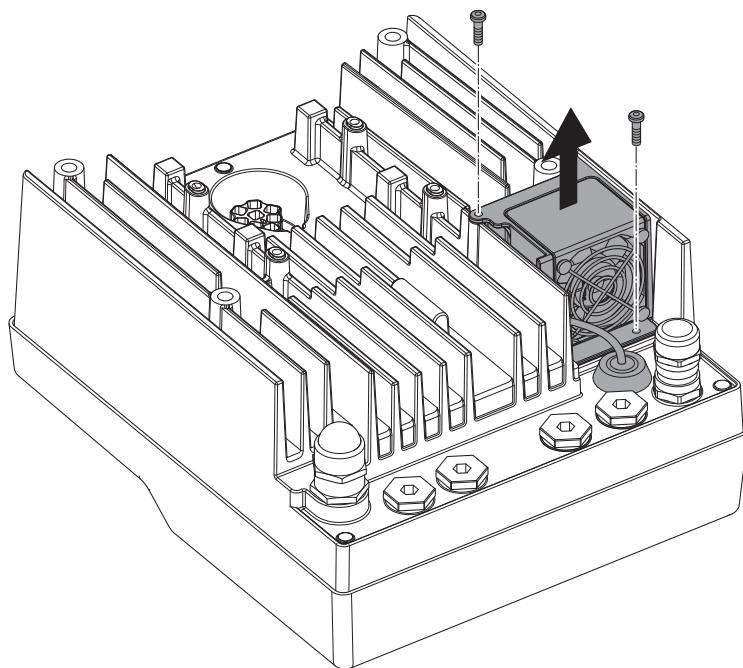

Fig. 49: Demontaż filtra modułu
- Odkręcić śruby wentylatora modułu (Fig. 49).